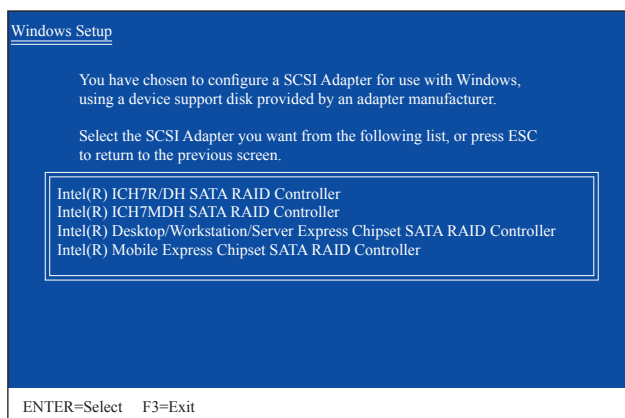

図 3
SATA RAID/AHCIドライバを含むフロッピーディスクを挿入し、<Enter>を押します。次に、以下の図3のようなコントローラメニューが表示されます。**Intel(R) Desktop/Workstation/Server Express Chipset SATA RAID Controller**を選択し、<Enter>を押します。AHCIモードの場合、キーボードの矢印キーを使用して **Intel(R) ICH10R SATA AHCI Controller**アイテムにスクロールし<Enter>を押します。